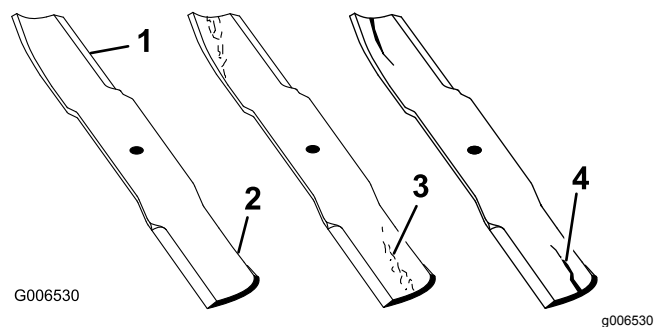

Figure 64
1. Examinez le tranchant des lames (Figure 64).
4. Remplacez immédiatement toute lame fendue, usée ou qui présente une entaille sur cette partie (Figure 64).